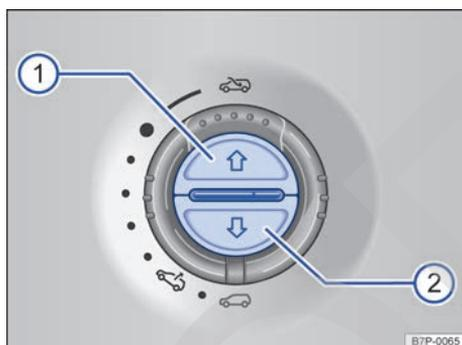

Fig. 50 En la parte delantera del revestimiento interior del techo: teclas para abrir y cerrar la cortinilla parasol.
Abrir completamente (función automática):	Pulse la tecla → fig. 50 1 brevemente.
- **Cortinilla parasol**: antes de que transcurran aprox. 5 segundos desde la activación de la función antiaprisionamiento, pulse la tecla → fig. 50 **2** hasta que la cortinilla se cierre completamente.